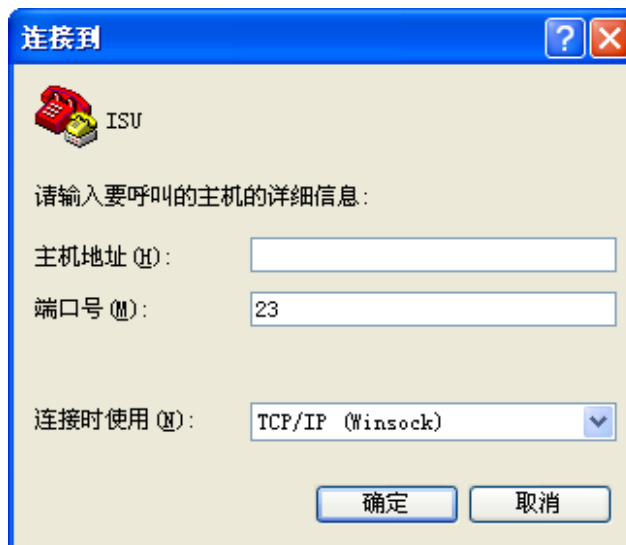

图4-23 选择“TCP/IP (Winsock)”
3. 在连接时使用 (N) 选项中，选择“TCP/IP (Winsock)”方式，显示如图 4-23所示。